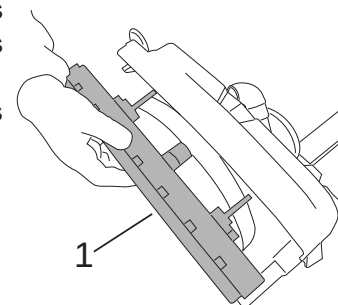

Fig.40
- Retirer le suceur de la machine (Fig.40-Rep.1).